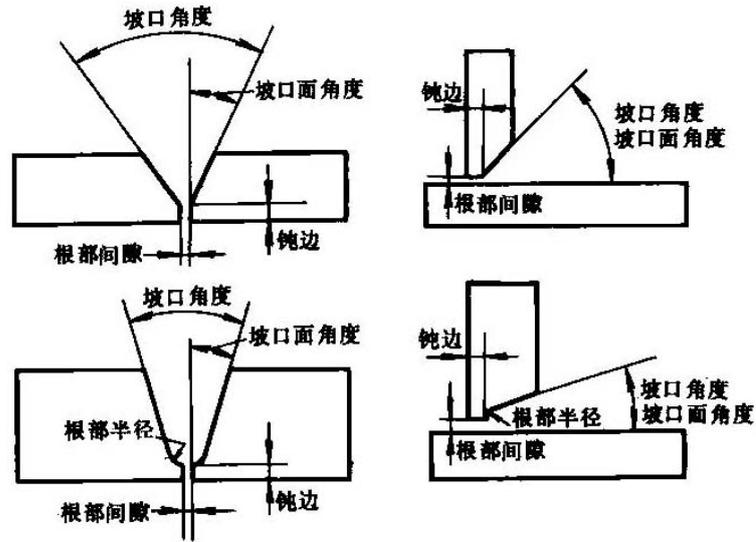

图 4
(2)坡口面角度和坡口角度 焊件表面的垂直面与坡口面之间的夹角称为坡口面角度，两坡口面之间的夹角称为坡口角度，见图4。